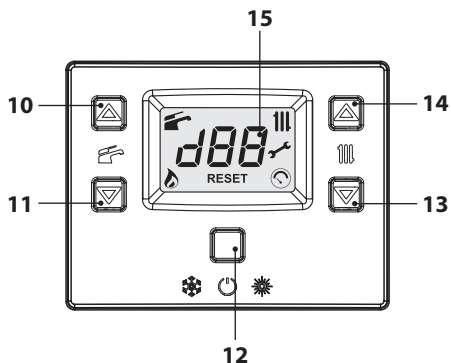

Рис. 2.3
- Нажмите и удерживайте в течение 2 секунд кнопку 12, пока на дисплее не появятся символы  и  (Рис. 2.3).